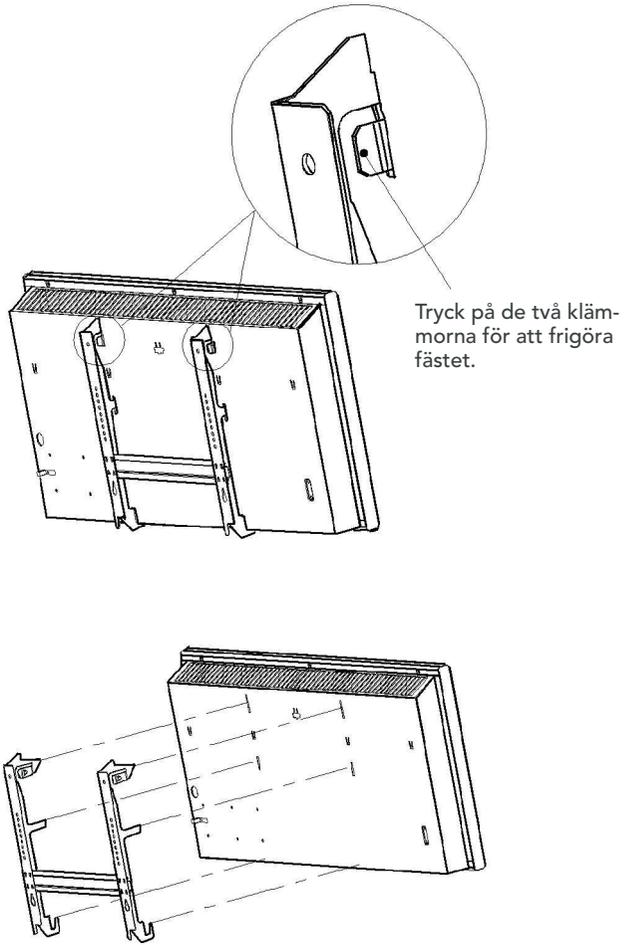

Fig. 3
- 2 Tryck av de två fästena och dra fästet neråt (fig. 3).